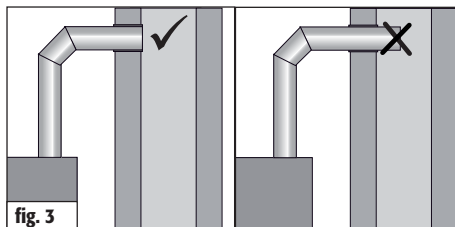

fig. 3
**A l'entrée de la cheminée, le conduit de fumée doit être bien isolé et ne doit pas dépasser vers la section intérieure de la cheminée pour ne pas entraver l'évacuation des fumées (fig.3).**